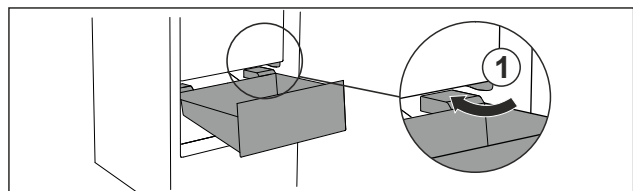

Fig. 67
- ▶ Poprowadzić szufladę ukośnie wokół stoperów Fig. 67 (1).